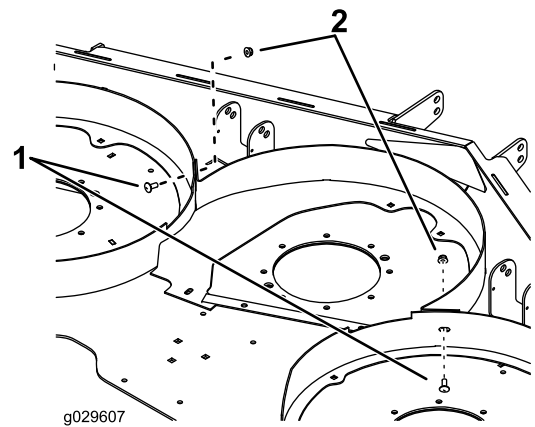

図 3
2. 左右のチェンバを中央のチェンバに仮止めるキャリッジボルト5/16 x 3/4 インチ 2本とナット5/16 インチ2個を使用する 図 3。
4. デフレクタとサポートストラップ2本を、2本の後部アングルに取り付けるキャリッジボルト5/16 x 7/8 インチ 8本とナット5/16 インチ8個を使用して 図 3 のように取り付ける。